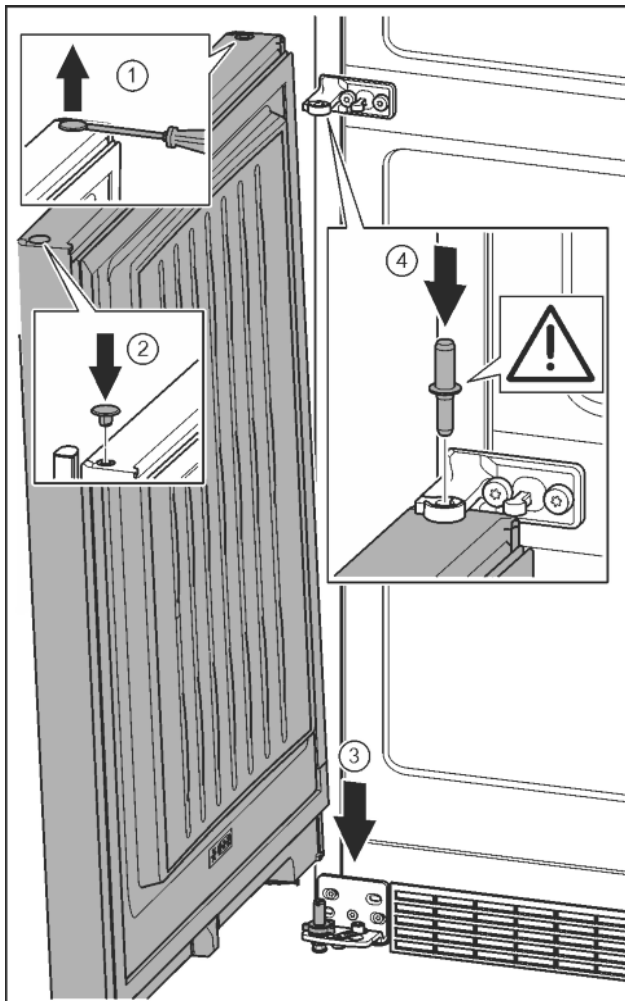

Fig. 23
- ▶ Stopfen vorsichtig mit einem Schlitzschraubendreher anheben und herausziehen. Fig. 23 (1)
- ▶ Stopfen auf der anderen Türseite wieder einsetzen. Fig. 23 (2)
- ▶ Tür von oben auf den unteren Lagerbolzen aufsetzen. Fig. 23 (3)
- ▶ Lagerbolzen Mitte durch Lagerbock Mitte in die untere Tür einsetzen. Dabei darauf achten, dass der Rastnocken nach hinten zeigt. Fig. 23 (4)